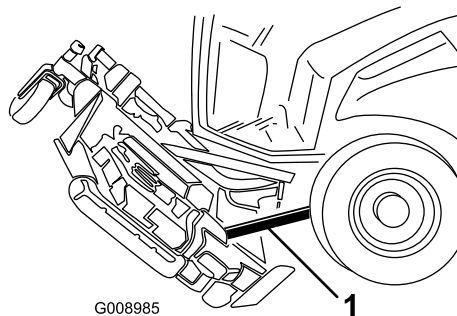

Figura 125
6. Inserite un blocco di legno tra la parte posteriore del piatto e la macchina (Figura 125).